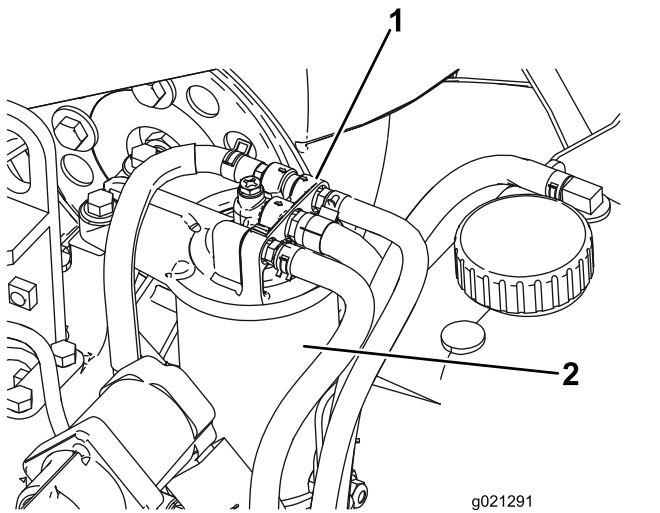

Figure 80
1. Nettoyez la surface autour de la tête du filtre à carburant (Figure 80).
- Déposez le filtre et nettoyez la surface de montage de la tête du filtre (Figure 80).